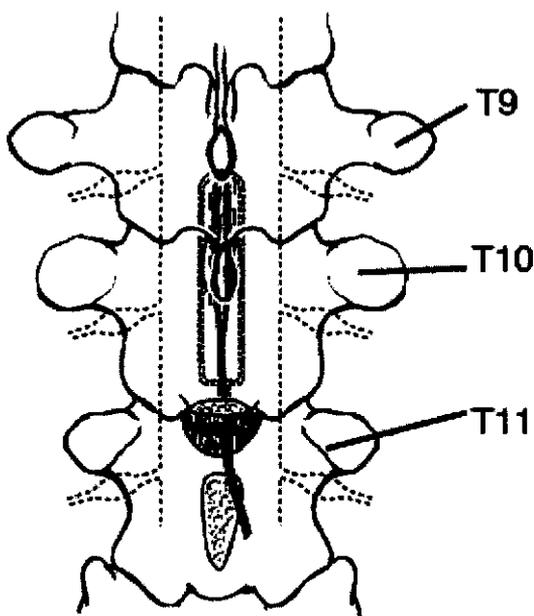

FIGURA 14
6. Con la guía de una proyección radioscópica, coloque el electrodo en la posición objetivo. Asegúrese de que todos los electrodos se encuentran dentro del espacio epidural y de que la almohadilla del electrodo quedará estabilizado tras el implante (consulte la Figura 14).